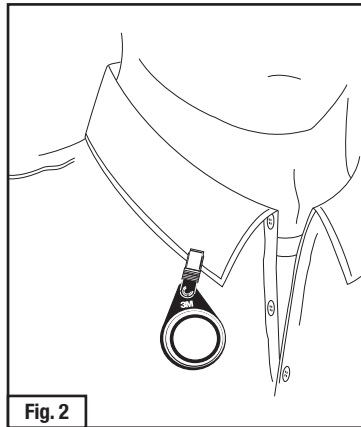

Fig. 2
4. Puede usar el monitor para muestreo personal o de área; para muestreo personal colóquelo cerca de la zona de respiración (Fig. 2), para muestreo como monitor de área, cuélguelo lejos de paredes, esquinas, mesas u otras zonas donde el movimiento de aire en la habitación sea limitado.